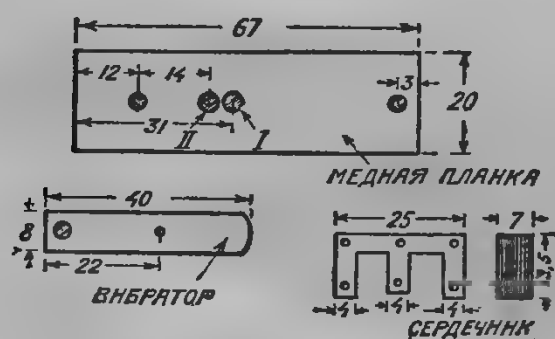
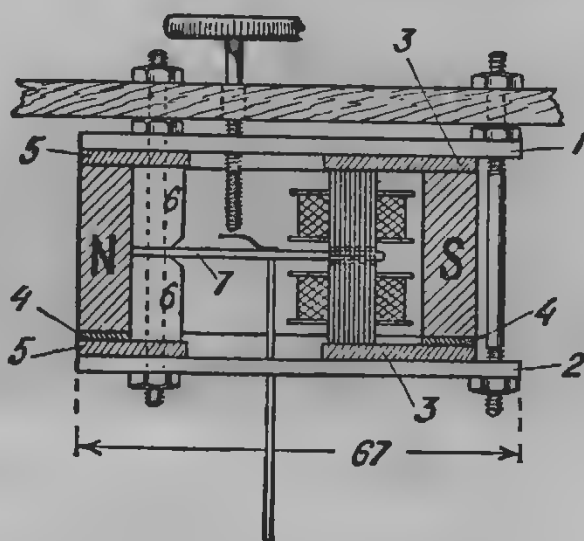

Рис. 2. Размеры деталей.
Рис. 1. Вид механизма говорителя.
Сердечники (рис. 1 и 2) имеют форму буквы Ш, у которой средний стержень немного укорочен. На средний стержень надеваются катушки и между ними колеблется якорек (вибратор). Сердечники складываются открытыми сторонами вплотную: „ЕЭ“.
При складывании сердечников (полюсных наконечников) размер их должен получиться 25×25 мм. Сложенные сердечники укрепляются к полюсу магнита посредством двух железных планок (3), скрепленных между собою медными планками (1—2) и болтиками (рис. 1). Планки (3) берутся размерами примерно 23×25 мм, а планки (5) — 17×25 мм. Но здесь обнаружится, что сердечники шире полюса магнита. Для выравнивания на магнит нужно положить железную планку (4) (можно и не одну, лишь бы высота была равная). Подкладки лучше приклепать железными заклепочками к крепящим планкам, чтобы при сборке они не выскальзывали. Все железные части должны быть очищены от окалины, ржавчины и пр.
Вибратор (7) изготавливается из 1,5 мм мягкого железа, лучше отожженного, по чертежу рис. 1 (8). Крепится он между двумя „сухариками“ (6 — рис. 2). Для изготовления „сухариков“ берется железо, из которого вынимается брусочек 10×8 мм и длиной в ширину вашего магнита; на расстоянии 11,5 мм от одного конца брусочек распиливается. Предварительно брусочек нужно просверлить вдоль; отверстие должно быть в центре и такого диаметра, чтобы в него проходил болт, который потом скрепит сухарики и вибратор. Стороны сухариков, располагающиеся ближе к полюсным наконечникам, должны быть слегка завалены, чтобы вибратор имел более свободное качание. Сухарики со вложенным между ними вибратором крепятся также железными планками и для выравнивания с высотой полюсных наконечников ставится прокладка (4).
Когда у вас изготовлены все вышеописанные детали, все они крепятся двумя болтами между двумя медными планками, (1) которые, кроме отверстий для болтов, имеют еще по одному отверстию: в одной для шпильки (I); а в другой (II) — с винтовой нарезкой для регулирующего винта (рис. 2 — на нем совмещены размеры для обеих планок).
Остальное, что нужно сделать, понятно из рис. 1.